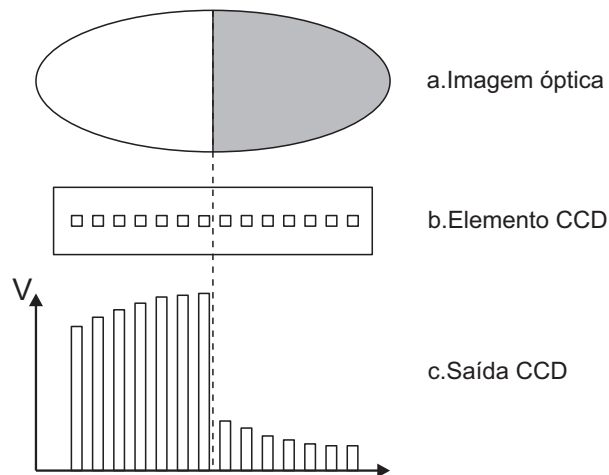

Figura 1.4 Descoberta de imagem óptica
A posição do ângulo crítico (C) é medido digitalmente usando um dispositivo de CCD - charge-coupled device - (Figura 1.4) que é convertido a um valor de índice de refração n_D por um processador dentro do sensor. Este valor é transmitido então junto com a temperatura de processo por um cabo interligando para o transmissor indicador para processamento, tela e retransmissão.